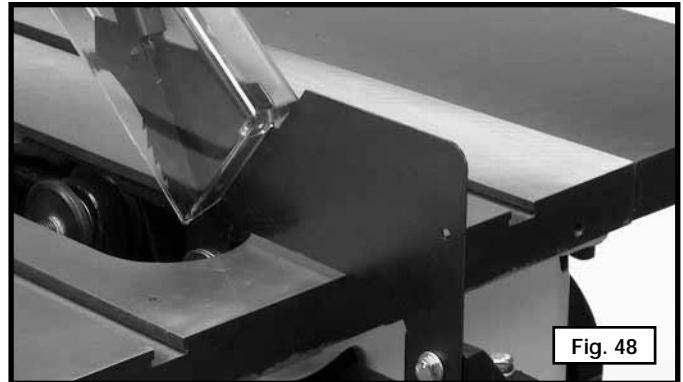

Fig. 48
- Avant de débuter le tronçonnage, lever la lame environ 3,2 mm (1/8 po) de plus que le dessus de l'ouvrage. Démarrer le moteur et avancer l'ouvrage en le tenant vers le bas, contre le guide. Ne jamais se mettre dans la trajectoire de la scie lors d'une opération de sciage en long. Lorsque la largeur de l'ouvrage pour le sciage sur le long est de 15,2 cm (6 po) ou plus, tenir l'ouvrage avec les deux mains et le guider le long du guide sous la lame de la scie (fig. 48). Au cours du sciage sur le long, la force doit toujours être appliquée entre la lame de la scie et le guide. Ne jamais tirer sur l'ouvrage à partir de l'arrière de la table de scie. L'ouvrage doit être alors guidé sous la lame de la scie avec la main droite. Utiliser seulement la main gauche pour guider l'ouvrage contre le guide. Retirer la main gauche de l'ouvrage à environ 30,5 cm (12 po) de l'avant de la lame. Ne pas guider l'ouvrage avec la main gauche. Continuer à guider le matériel avec la main droite en vous tenant à la droite du parcours de la lame. Une fois la coupe terminée, utiliser un pousoir pour pousser la pièce coupée au-delà de la lame.